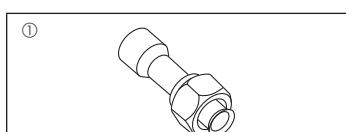

Fig. 1-1
**1.6. Accessori dell'unità esterna (Fig. 1-1) (RP200/250)**